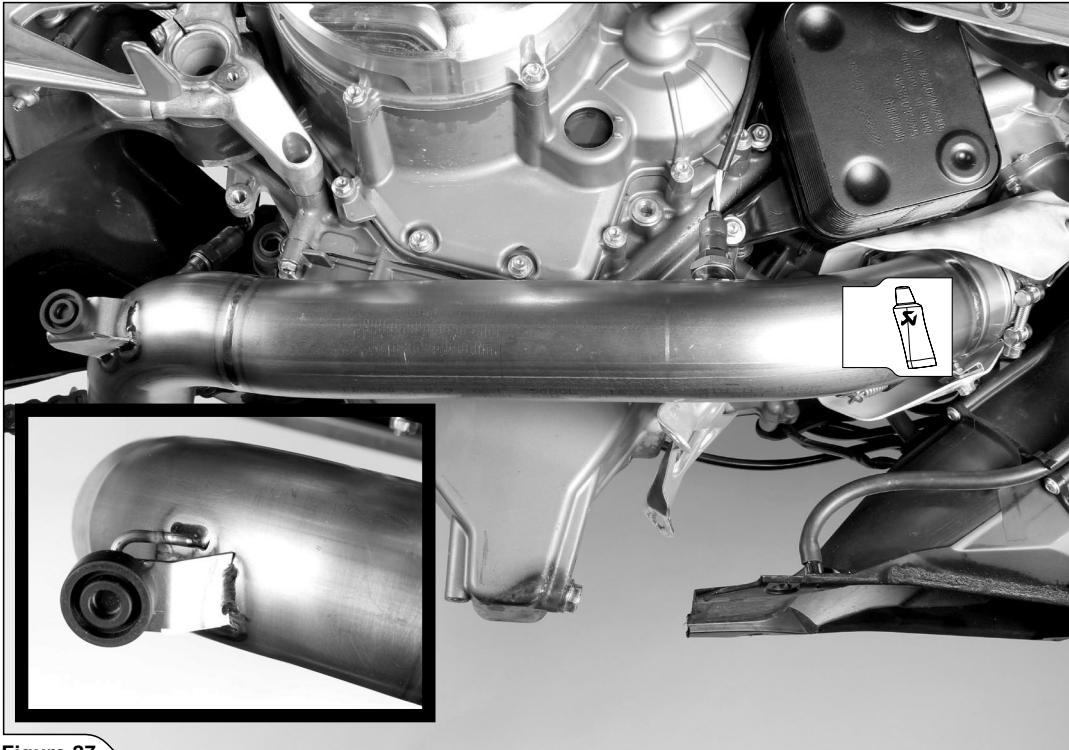

Figure 27
- Trasferire il distanziale in gomma originale sul tubo di collegamento Akrapovič, far scorrere il tubo di collegamento anteriore sul collettore, attaccare la molla e serrare la sonda lambda (Figure 27, 28).
- Transfer the stock rubber spacer onto the Akrapovič link pipe, slide the front link pipe onto the header, attach the spring and tighten the lambda sensor (Figure 27, 28).